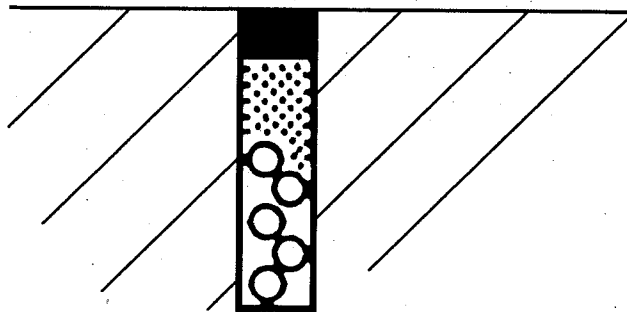

Fig. 4
6) Bloccare accuratamente il cavo all'interno della traccia e sigillare la spira facendo attenzione che non rimanga esposta nessuna sezione del cavo (Fig. 4).